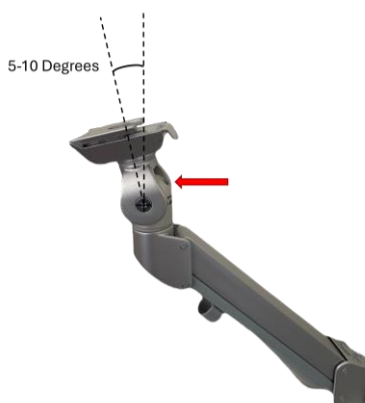

Figura 7 – Ajuste la orientación del conector VESA
2. **Ajuste la orientación del conector VESA** como se muestra en la Figura 7 aflojando el perno (indicado por la flecha) con la llave hexagonal incluida en el paquete. Cambie la orientación para que esté entre 5 y 10 grados, como se muestra en la Figura 7, y luego vuelva a apretar el perno.